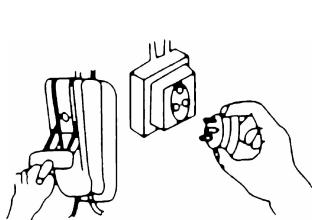

图 1-3 拉开电源
①“拉”:如果电源开关或插销在触电地点附近时,可立即拉开或拔出插头,断开电源,如图1-3所示。